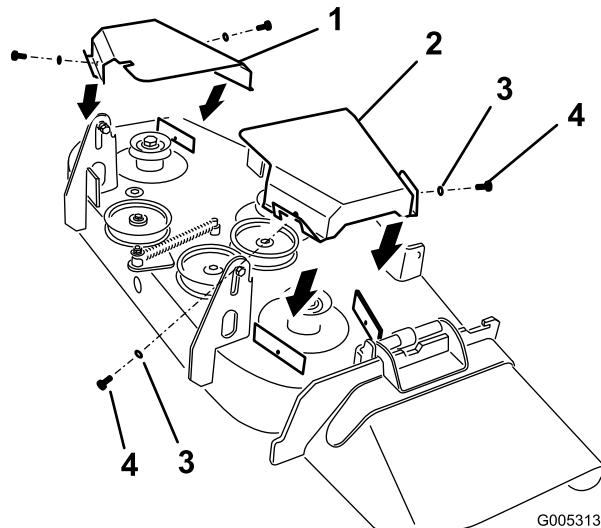

Figure 46
- Retirez 2 boulons et rondelles dans chaque couvercle de courroie, puis déposez les couvercles de courroie (Figure 46).
9. Reposez les couvercles de courroie en passant par-dessus les axes extérieurs (Figure 46).